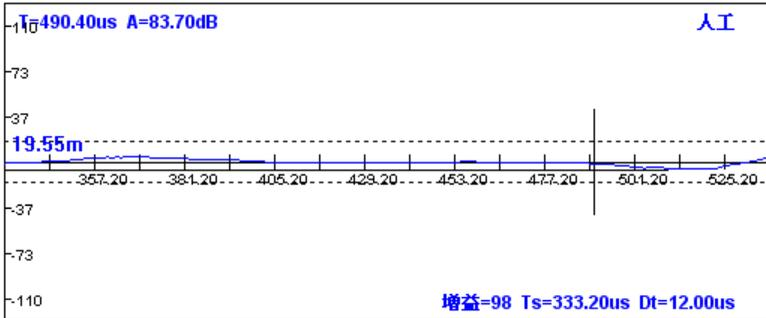

图 F1.5 信号弱且首波靠右
5. 当出现图 F1.5 所示波形时，波形幅度太小，且首波太靠